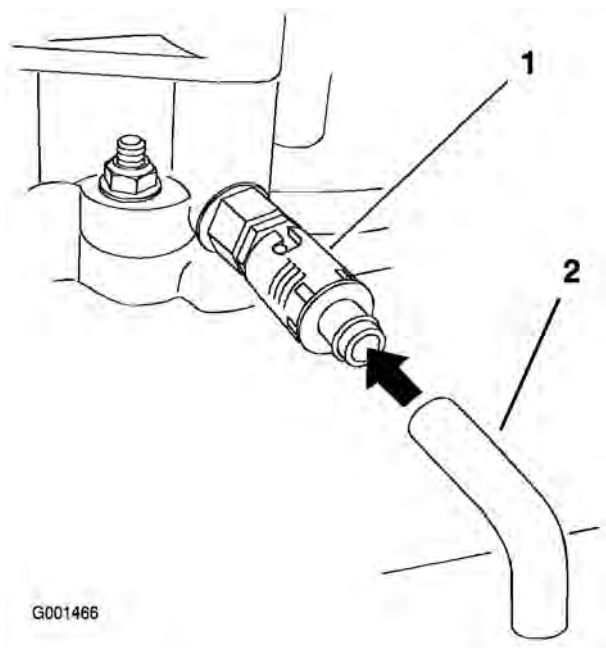

Figura 31
6. Coloque un recipiente debajo del tubo de vaciado. Gire la válvula de vaciado para que se drene el aceite (Figura 31).
8. Retire el tubo de vaciado (Figura 31).